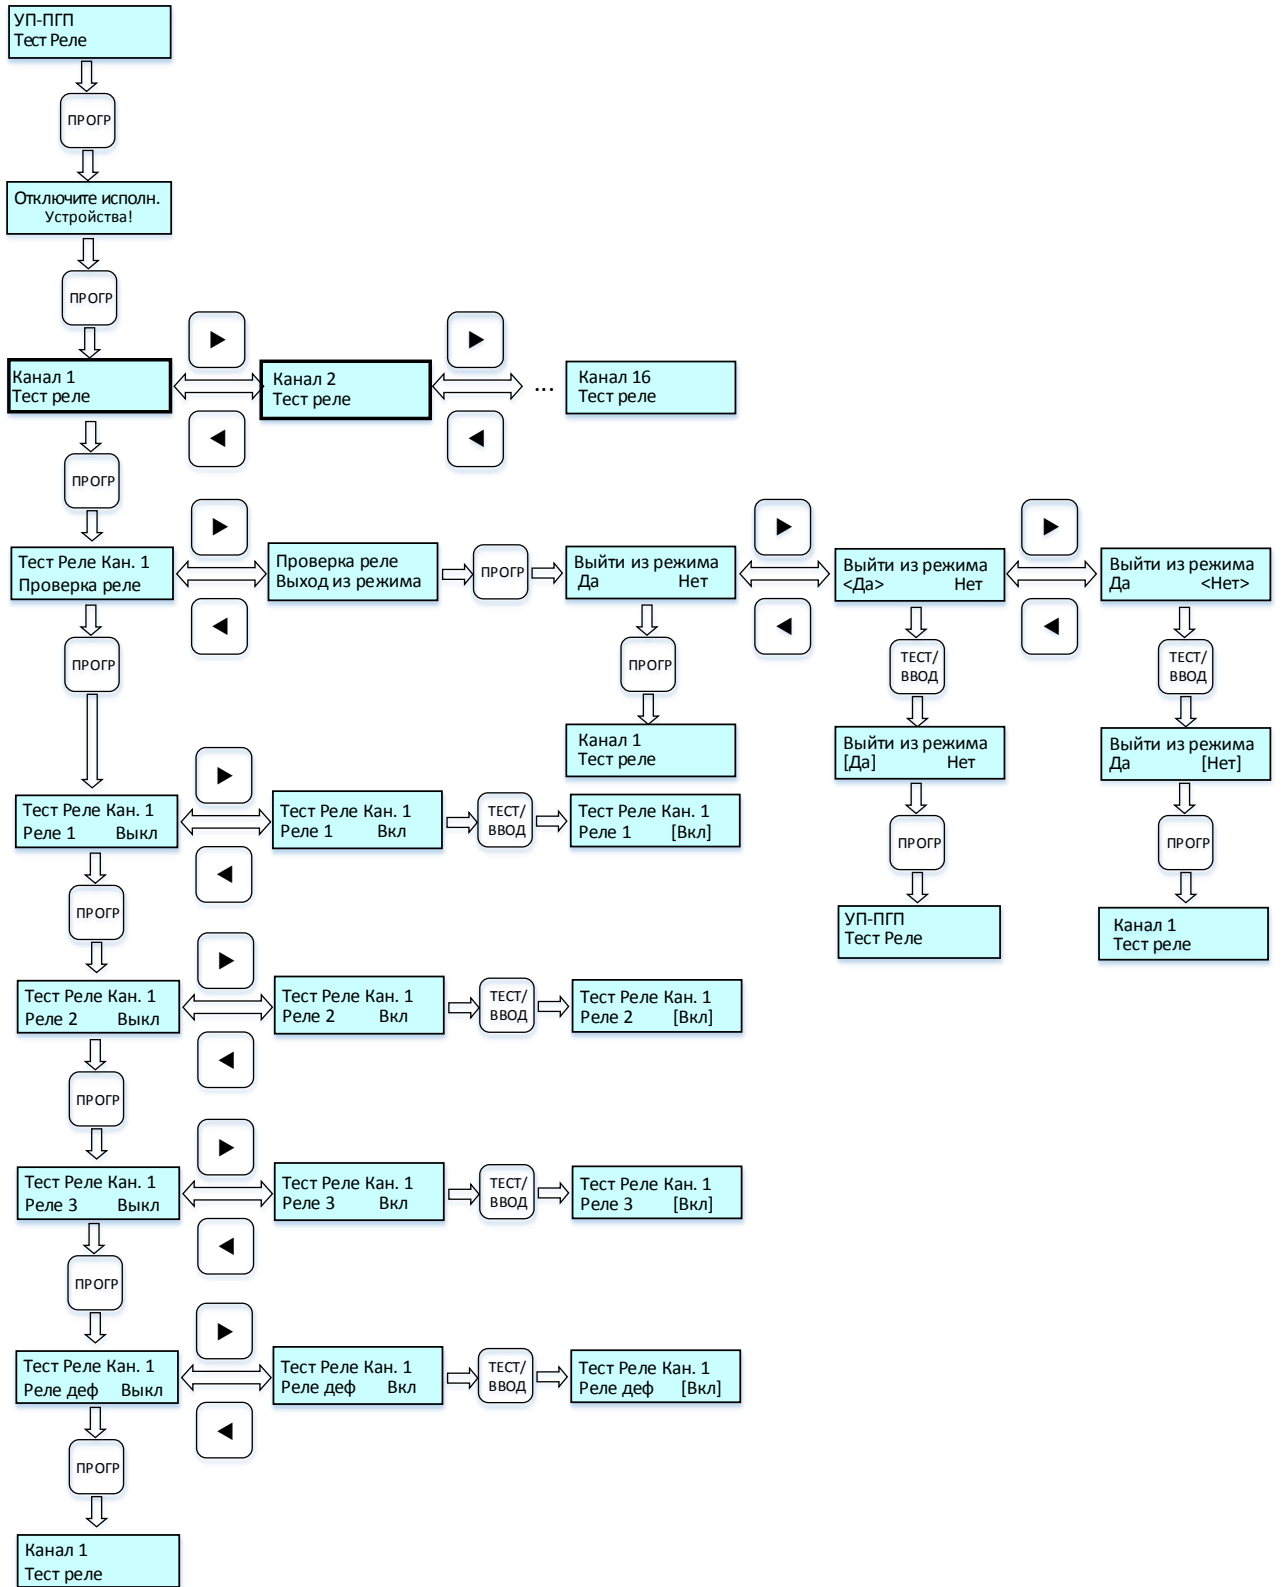

Рисунок 20 – Циклограмма выводимых сообщений на дисплей меню «УП-ПП Тест реле».
2.6.7.4 Для **тестирования реле** выбрать в меню «УП-ПГП Сервисный режим» кнопками «◀» или «▶» пункт меню «УП ПГП Тест реле» и выполнить процедуры по циклограмме *рис. 20*: